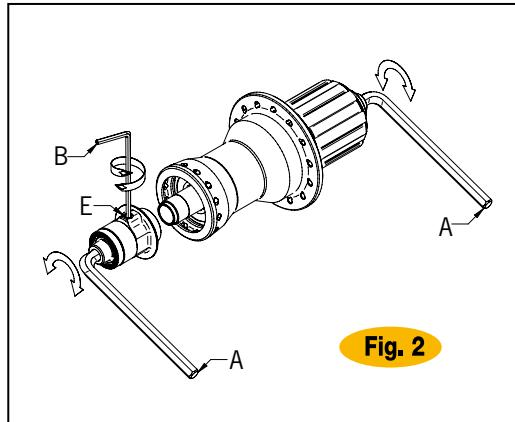

Fig. 2
• Introduzcan dos llaves Allen (A) en las tuercas de tope en los extremos de los bujes (Fig. 2) y gírelas en sentido horario.
- Aflojen el perno (E) con una llave Allen (B) (Fig.2).
- Aprieten el perno (E).